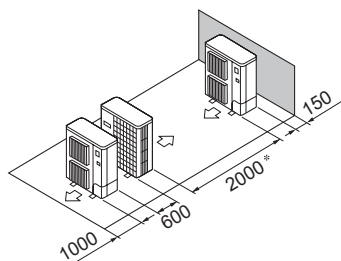

Fig. 2-13
⑤ Disposition pour un seul appareil parallèle (Fig. 2-13)